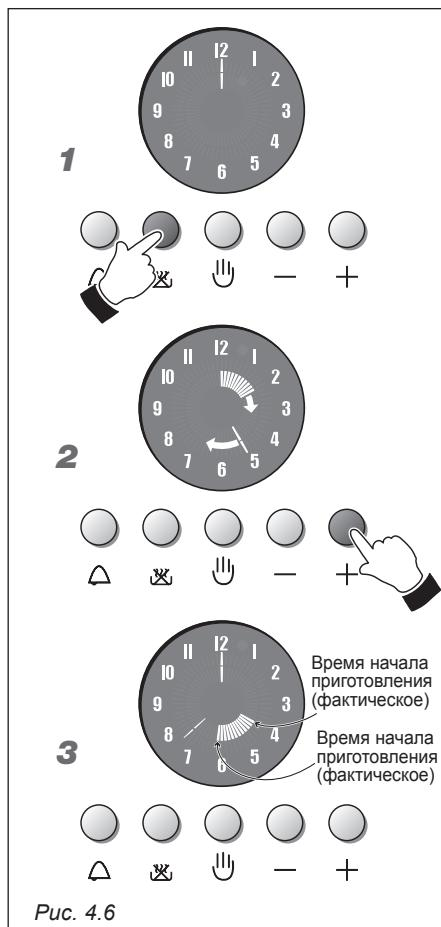

Рис. 4.6
## ПОЛУАВТОМАТИЧЕСКОЕ ПРИГОТОВЛЕНИЕ (Рис. 4.6)
1. Рис. 4.6 – Для того чтобы задать время приготовления (не более 6 часов), нажмите на кнопку , светящиеся стрелки электронных часов погаснут, и загорится светящаяся стрелка, указывающая на 12.
2. Рис. 4.6 – В течение 7 секунд нажмите на кнопку , на дисплее загорится другая светящаяся стрелка (как секунды и минуты). Каждому увеличению на одну дополнительную стрелку внутреннего круга соответствует одна минута. Более того, по прошествии каждого 12 минут загорается светящаяся стрелка внутреннего круга (5 светящихся стрелок соответствуют часу). Для уменьшения необходимого времени нажмите на кнопку .
3. Рис. 4.6 – Через 7 секунд автоматически загорятся стрелки внутреннего круга, на дисплее будет указано оставшееся время приготовления.
## АВТОМАТИЧЕСКОЕ ПРИГОТОВЛЕНИЕ (Рис. 4.6)